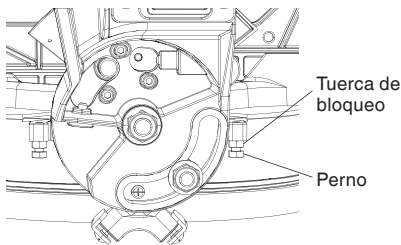

Fig. 16
- (1) Extienda por completo el tope secundario (B) totalmente hacia la izquierda, y tire del pasador de ajuste (A) hacia la parte frontal de la máquina.
**NOTA: Al retraer el pasador de ajuste (A) podría ser necesario desplazar el conjunto de brazo superior de la sierra de inglete hacia la izquierda o la derecha para liberar la presión de retención.**
- (2) Afloje la empuñadura de bloqueo del bisel e incline la carcasa de engranajes totalmente hacia la izquierda.
- (3) Utilizando una herramienta combinada, verifique si la hoja está en 45° con respecto a la mesa.
- (4) Para realizar el ajuste, incline la carcasa de engranajes a 0°, afloje la tuerca de bloqueo y gire el perno hacia dentro o hacia afuera para aumentar o reducir el ángulo como se visualiza en la Fig. 16.
- (5) Incline la carcasa de engranajes de nuevo hacia la izquierda, y verifique la alineación de nuevo.
- (6) Repita los pasos hasta que la hoja esté en 45° con respecto a la mesa. Una vez obtenida la alineación, apriete la tuerca de bloqueo y la empuñadura de bloqueo de bisel.